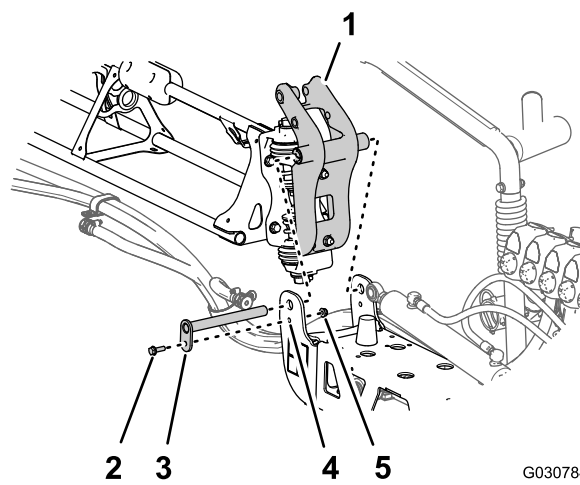

Figura 100
- Allineate le boccole nel raccordo orientabile con i fori nelle flange della staffa orientabile all'estremità della sezione della barra centrale (Figura 100).